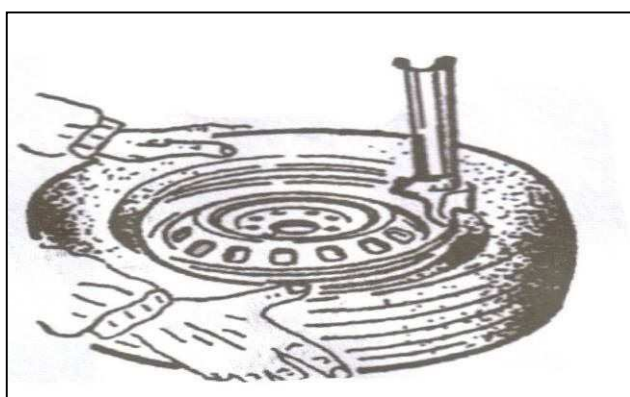

Рис. 22
4.2.3 Если шина с камерой, вставьте камеру в шину, затем вставьте стержневую пробку. Смонтируйте край в соответствии с вышеупомянутой процедурой (Рис. 22). В процессе фиксации обода, во избежание травмы не кладите руки между ободом и захватом.
При накачивании шины соблюдайте осторожность и следуйте всем указаниям. Проверьте, в порядке ли подключение пневматической магистрали. Станок оснащен шинным манометром для контроля процесса накачивания шины и давления при накачивании (Рис. 22).